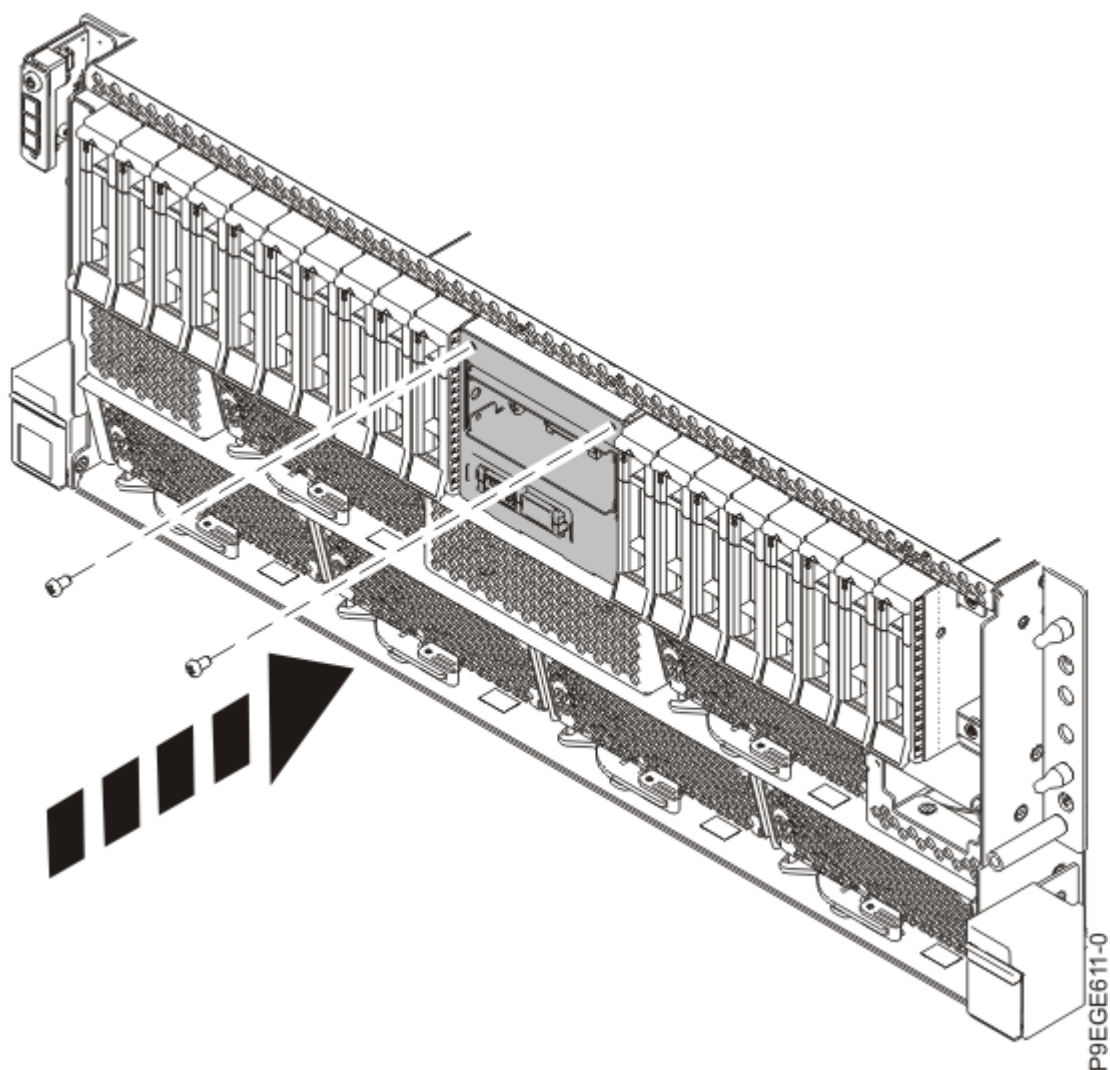

Figure 126. Fixation du câble d'écran du panneau de commande au système pour un système monté en armoire
6. Pour un système monté en armoire, fixez le support d'écran du panneau de commande au système à l'aide des deux vis, comme illustré à la Figure 126, à la page 133.